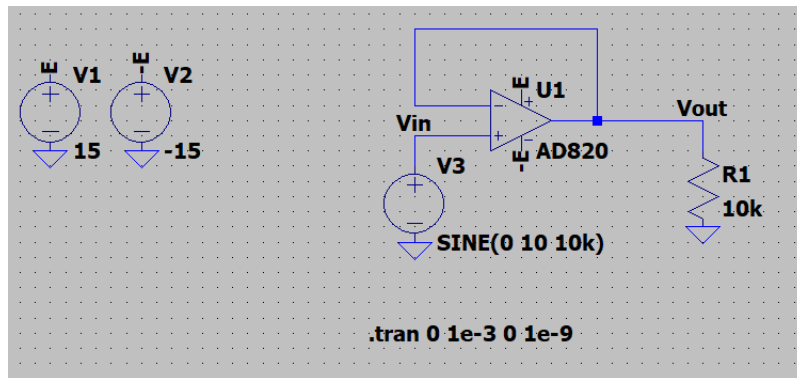

Figure 12
8. D'abord on a le montage du suiveur dans Figure 12.